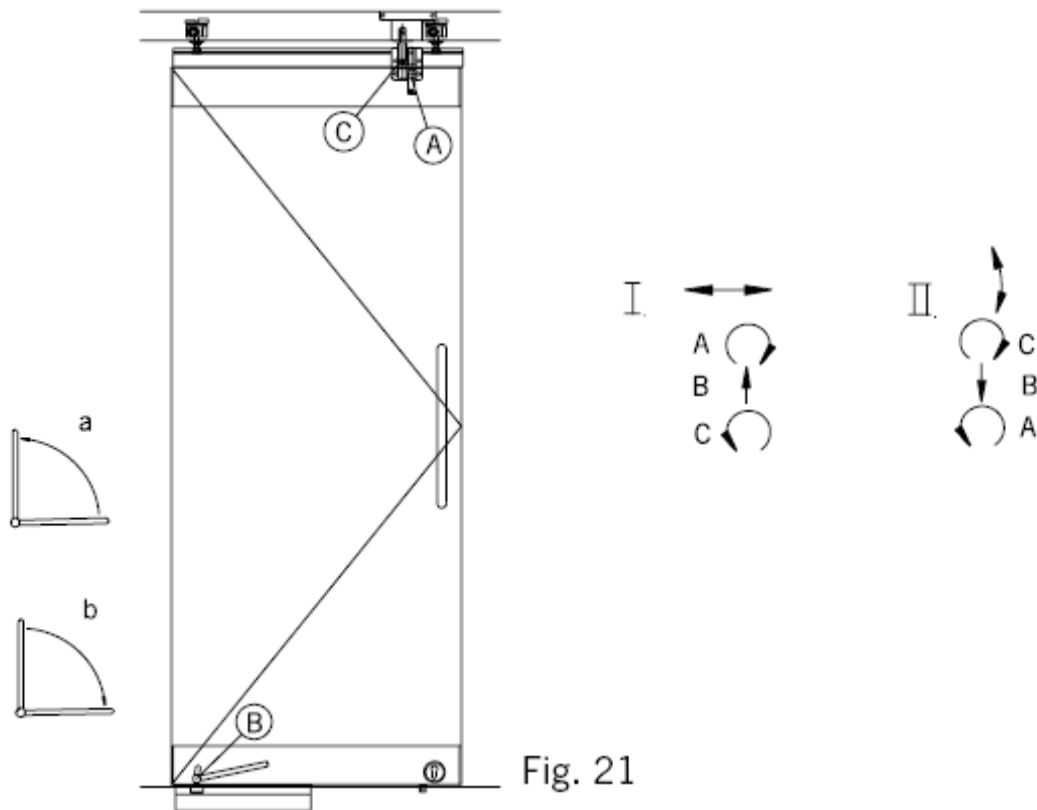

Fig. 21
21. Последовательность при смене режимов открывания (Рис. 21):